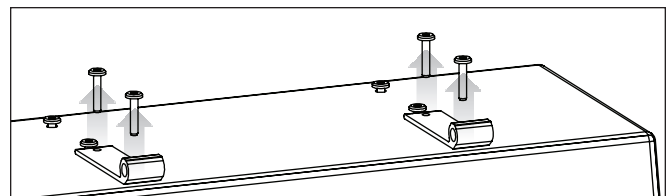

Figure 10. Enlever les supports de boîtier de l'EFX
- 7 À l'aide d'une clé Allen de 3mm, enlevez les quatre vis (deux chaque) des supports de boîtier (voir figure 10).